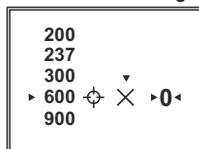

Fig.7
- La cantidad máxima de distancias memorizadas para el reglaje son cinco (**Fig. 7**).
- Para borrar las distancias, elija el párrafo (**Fig. 7**). Presione el regulador para borrar.